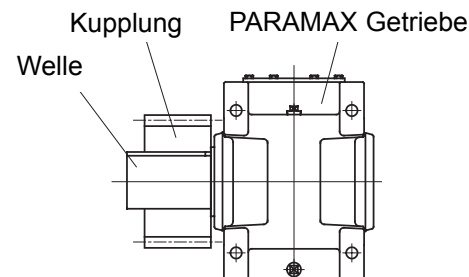

Abb. 8
- Kettenrad und Ritzel sind so dicht wie möglich an das PARAMAX DRIVE zu montieren, so dass der Angriffspunkt der Last möglichst nahe an der vertikalen Mittellinie der Anlage ist (Abb.8 ).